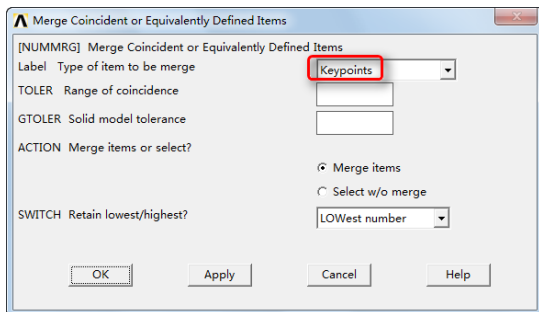

图 15-18 合并关键点和线
⑪合并关键点和线：Main Menu > Preprocessor > Numbering Ctrls > Merge Items，弹出“Merge Coincident or Equivalently Defined Items”对话框，如图 15-18 所示，在 Label 后面的下拉列表中选择“Keypoints”，单击“OK”按钮。